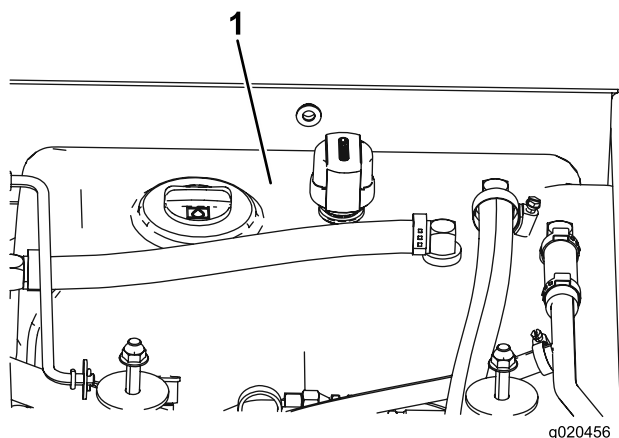

Figure 72
3. Remplissez le réservoir (Figure 72) de liquide hydraulique ; voir Contrôle du liquide hydraulique.